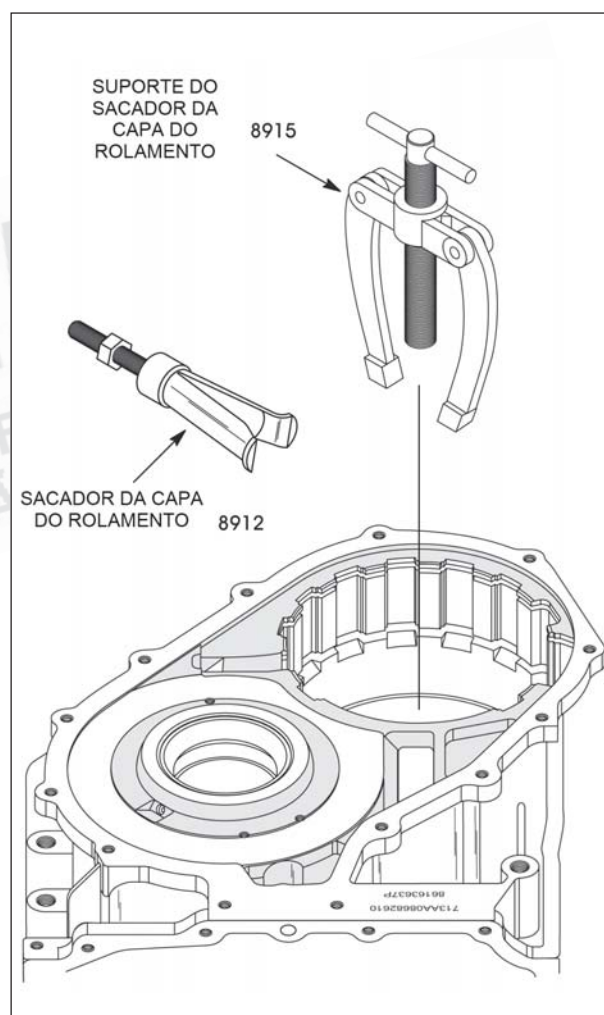

Figura 92
3. Use as duas ferramentas especiais conforme mostra a figura 92 para remover a capa do rolamento cônico menor da carcaça.
Esta etapa é muito difícil de realizar sem o auxílio das ferramentas especiais mostradas na figura 92.